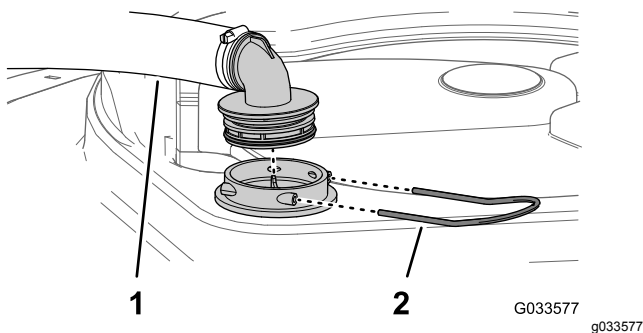

Рисунок 101
2. В верхней части бака опрыскивателя снимите держатель, который крепит шланговый штуцер, подсоединенный к большому шлангу, идущему от корпуса фильтра (Рисунок 101).
3. Отсоедините шланг и шланговый штуцер от корпуса фильтра (Рисунок 101).